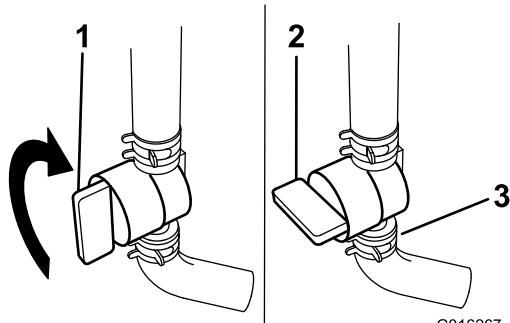

Bild 1
2. Schließen Sie den Kraftstoffhahn (Bild 1).